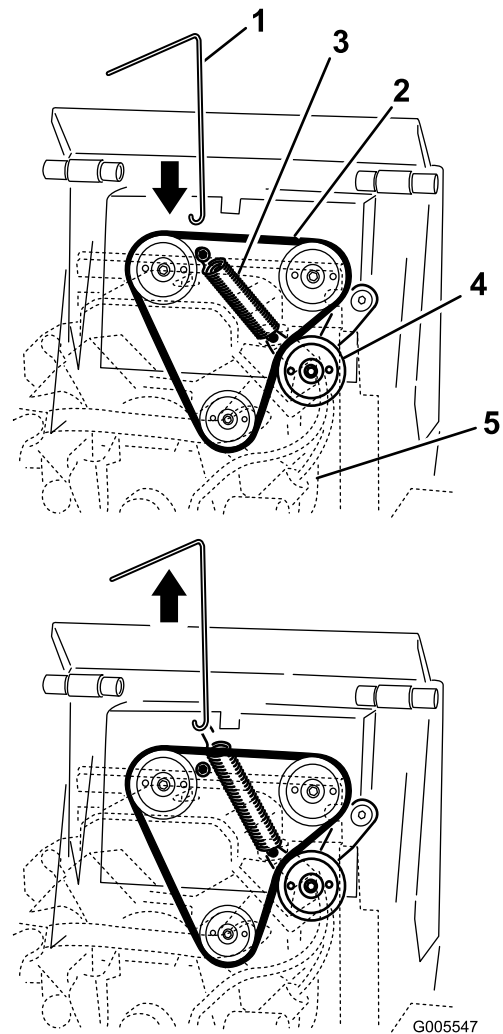

Bild 46
3. Verbinden Sie den Haken am Werkzeug für die Federentfernung mit dem Haken der Spannscheibenfeder, nehmen Sie die Feder dann vom Bolzen ab, siehe Bild 46.